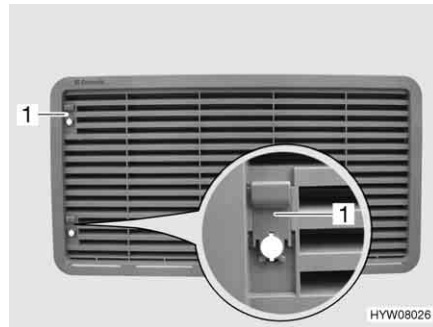

Bild 146 Kühlschrank-Lüftungsgitter
- Schieber (Bild 146,1) nach oben schieben.